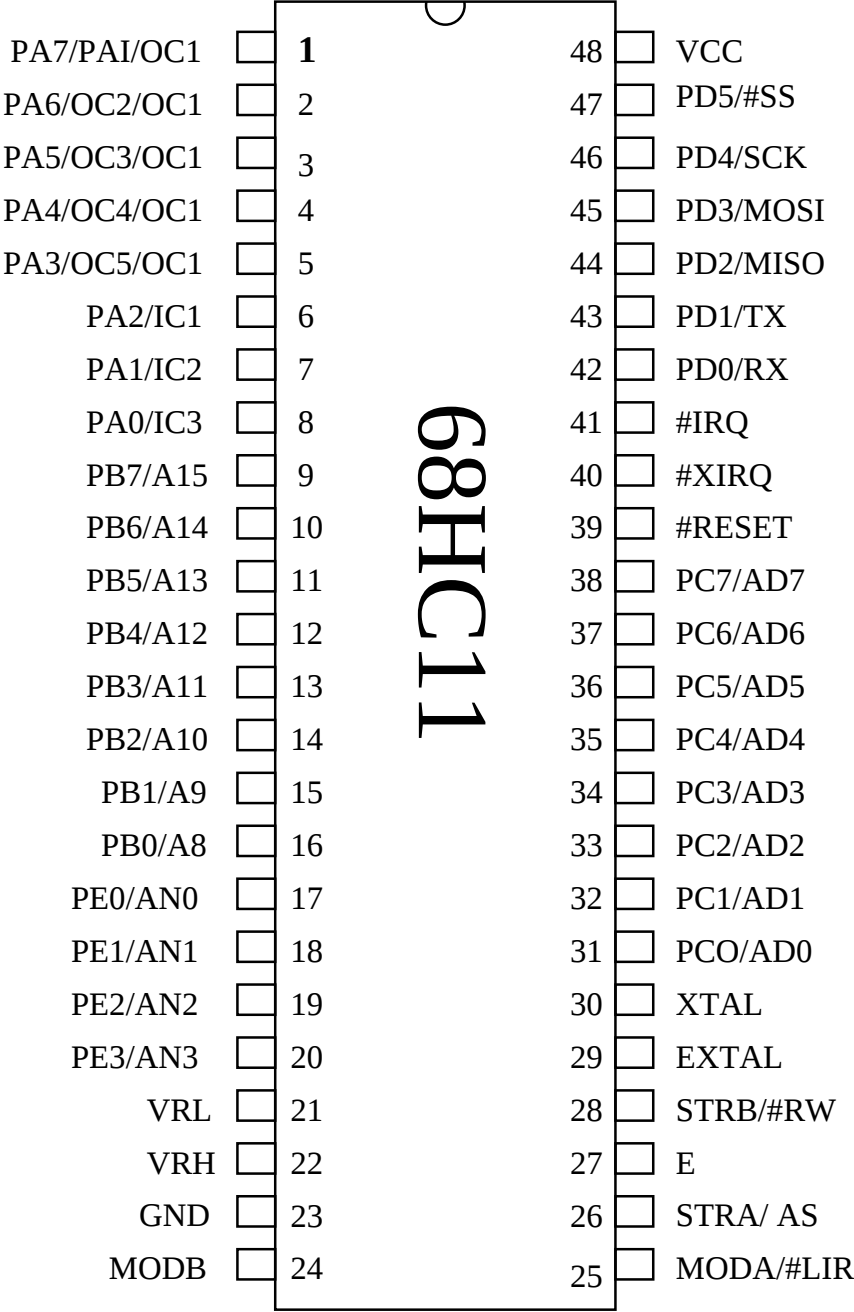

Figura B.19: Patillaje del 68HC11 en formato DIP.
2. En la figura B.19 se representa el patillaje del microcontrolador de 48 pines con encapsulado DIP.